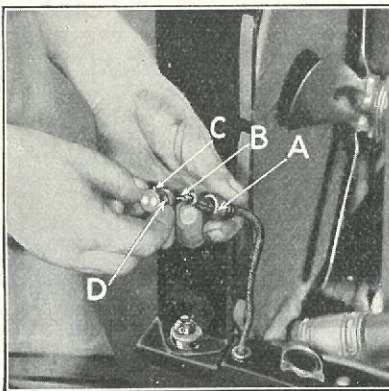

Fig. 113
- (b) Træk Kontakthylsteret paa Lyskablet (Fig. 113-A). Indsæt Forlygtekablerne »B« i Forlygtekontakten »C«. Skru de to Skruer »D« til for at holde Traadene paa Plads.